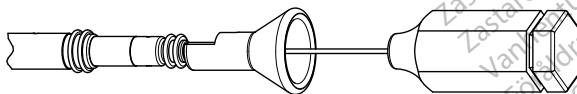

Figure 2. Insérer le mandrin
3. Introduire le mandrin choisi dans la broche terminale ou dans le guide-mandrin le cas échéant (Figure 2 Insérer le mandrin en page 14).